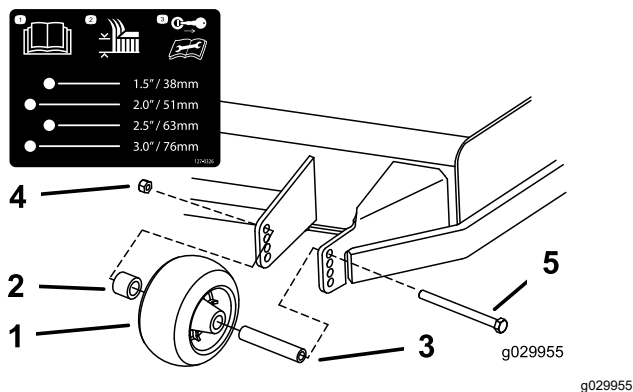

Figura 37
3. Ajuste los rodillos protectores del césped, tal y como se muestra en la Figura 37.